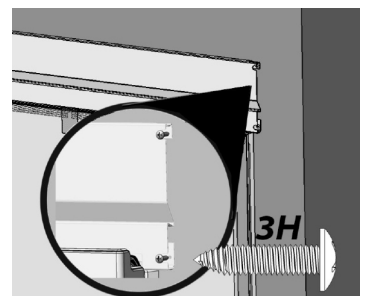

Fig. 13
- b. Percez des avant-trous de $\frac{1}{8}$ po et fixer deux vis 3H sur le côté droit de la garniture supérieure à l'aide d'un tournevis cruciforme dans les armoires (Fig. 13).